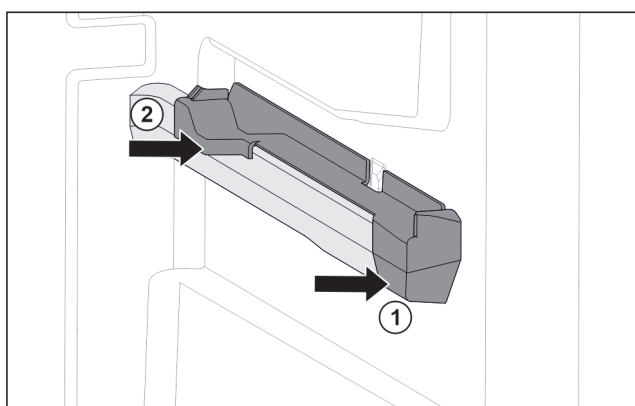

Fig. 104 Élément emboîtable sur la nervure de récipient droite
- ▶ Poser le devant de l'élément emboîtable contre la nervure de récipient. Fig. 104 (1)
- ▶ Enfoncer l'arrière de l'élément emboîtable. Fig. 104 (2)